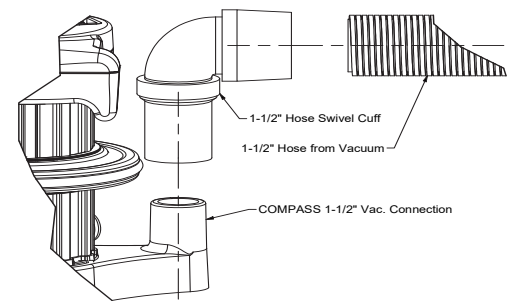

Abbildung 4
1. Montieren Sie die mitgelieferte eineinhalb Zoll Schlauchdrehgelenkmanschette (Abbildung 4), indem Sie die Manschette gegen den Uhrzeigersinn auf den Schlauch schrauben.
2. Schieben Sie die Drehmanschette mit einer Drehbewegung auf den Sockel (Abbildung 4).